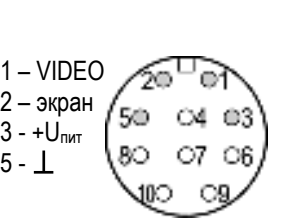

Рис.1 Распайка розетки РС-10 (вид со стороны распайки проводников)
- 1. Для ТГБ-5-180-24/12, ТГБ-5А-180-24/12, ТГБ-5-180~24/12 и ТГБ-5А-180~24/12 распаять ответную часть разъёма РС-10 согласно требованиям к электромонтажу в соответствии с рис. 1 или 2. После распайки заполнить разъём герметиком.